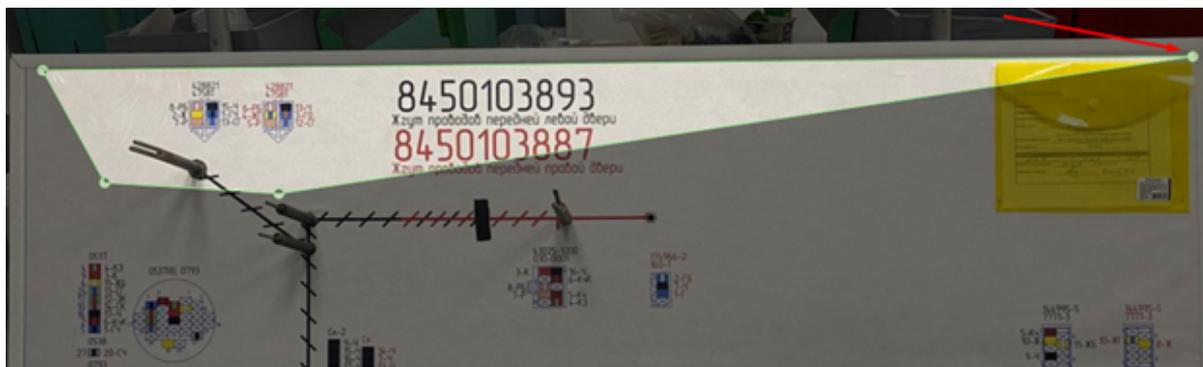

Рис. 8
2. Наведите курсор мыши на верхнюю правую «точку», нажмите и не отпуская её потяните до правого верхнего угла воображаемой зоны (Рис. 8);